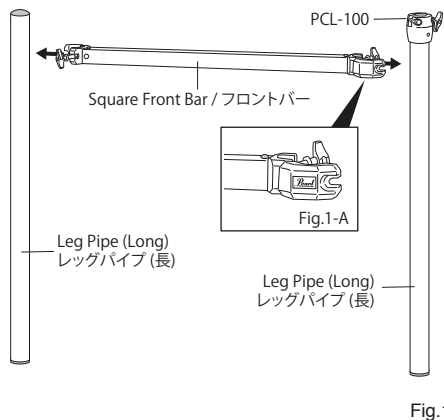

Fig.1
1. Locate the two "long" Legs (one has a PCL-100 Pipe Bracket attached) and the Square Front Bar. Connect one Leg to each end of the Square Front Bar as shown (Fig.1). The Pearl logo should be closest to the Leg with the PCL-100. For best results check to ensure the Front Bar is level.
フロントバーのクランプ部を開き、パイプブラケット PCL-100が付いたレッグパイプ(長)に取付け、PCL-100の下面に合わせて固定します(Fig.1-A)。同様に、PCL-100が付いていない、もう一本のレッグパイプ(長)を取り付け、フロントバーが床に対して水平になる位置に固定します(Fig.1)。